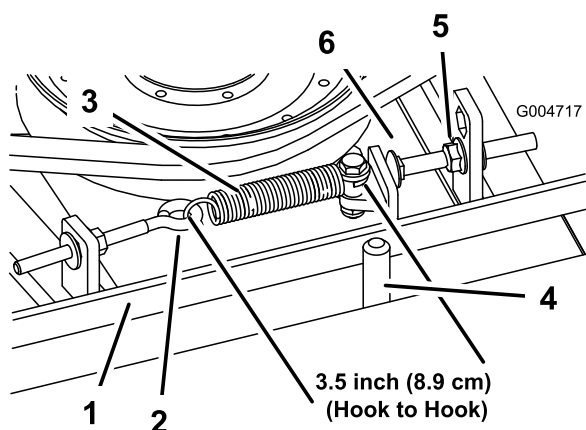

Figura 64
Cuando está correctamente tensado, la longitud del muelle de extensión (entre ganchos) debe ser de $3,50 \pm 0,25$ pulgadas aproximadamente (medida interior). Una vez que haya obtenido la tensión correcta del muelle, ajuste el perno de tope (perno de cuello cuadrado) hasta que quede aproximadamente $0,125 + 0,060 / - 0,000$ pulgadas de holgura entre la cabeza del perno y el brazo tensor (Figura 64).
Nota: Asegúrese de que la correa está colocada en el lado del muelle de la guía de la correa (Figura 64).
2. Afloje el perno de ojal para poder retirar el muelle de extensión (Figura 64).
Desenrosque la tuerca lo suficiente para permitir que el brazo tensor pase por el perno de tope (Figura 64). Aleje la polea tensora de la correa para aliviar la tensión de la correa.
8. Vuelva a conectar el muelle de extensión (Figura 64) al perno de ojal y tense la correa de la siguiente manera: